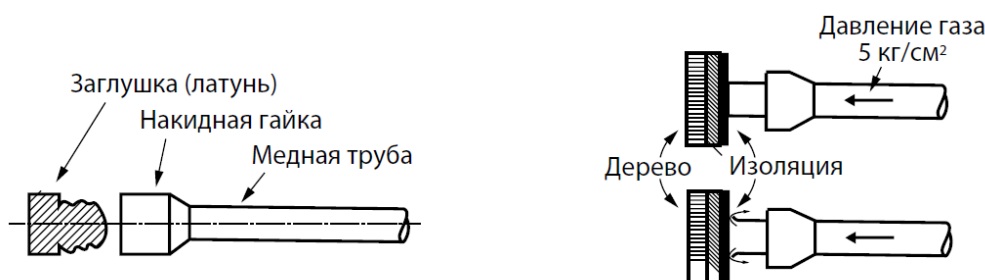

Рисунок 6.11 – Блокировка фреонопровода при продувке
3. Подберите изделие, по материалу и форме подходящее для ручной блокировки трубы фреонопровода со стороны выхода газа (см. рисунок 6.11).